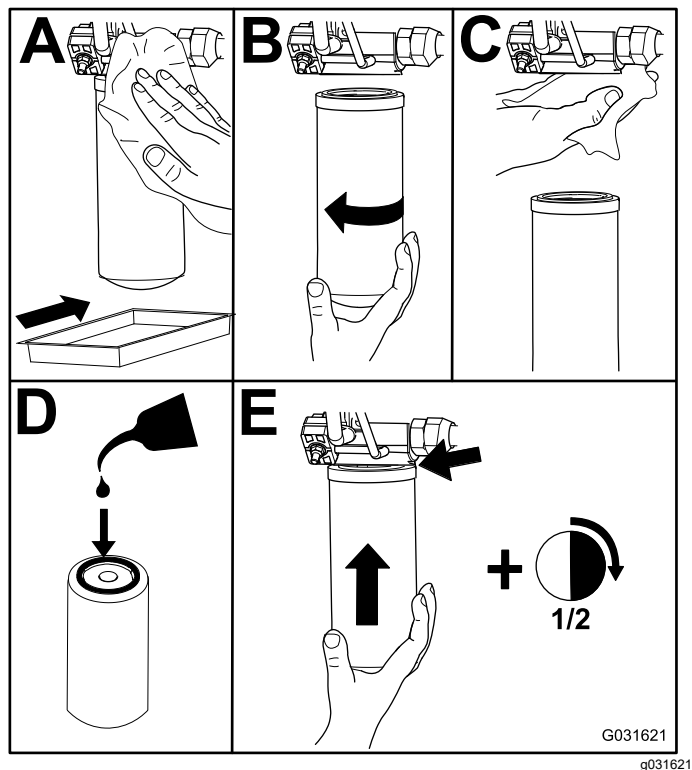

图 77
2. 如图 77 所示更换液压升降舱中的填充液压过滤器。
4. 更换位于机器右侧的回流过滤器图 77。